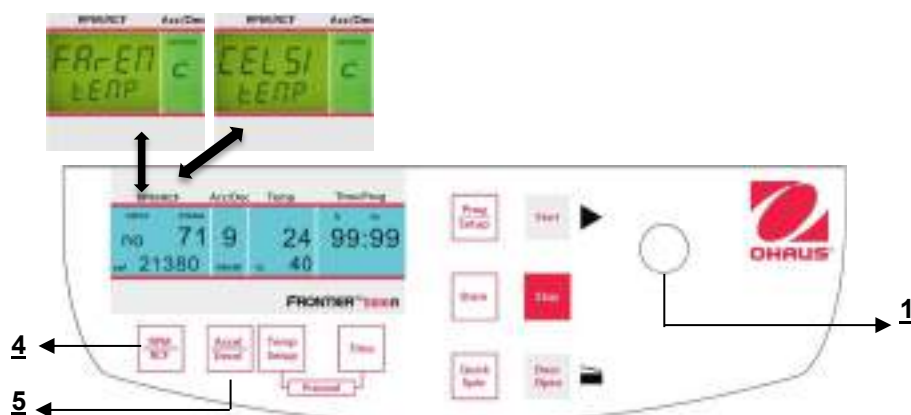

Figura 31
Procedere come descritto al punto 4.1.1 per inserire questa modalità programma e poi premere il tasto **"Accel/Decel"** (5). Sul display **"Acc/Dec"** (A-2) compare la parola **"Service"**. Selezionare adesso la lettera **"C"** con la manopola di regolazione (1). Di conseguenza, sul display **"RPM | RCF"** (A-1), appaiono le parole **"CELSI/temp"**. Se si preme il tasto **"RPM | RCF"** (4), lampeggia la parola **"CELSI"** e si può modificare il display Fahrenheit **"FAREN"**, con la manopola di regolazione(1) (Vedere figura 31). Dopo che si sono salvate le impostazioni (Vedere 4.1.1) ritornare nuovamente alla modalità normale disconnettendo la centrifuga per un breve tempo.